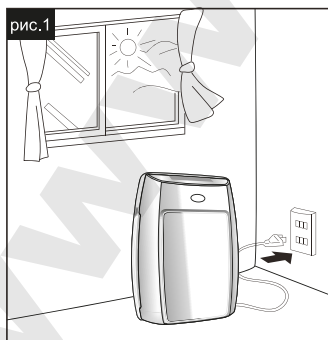

рис.1
- Перед включением проветрите помещение, в котором собираетесь установить прибор. После этого закройте окна, двери и включите прибор в сеть (рис.1). Если условия не позволяют проветрить помещение, то сначала очистите его в ручном режиме в течение нескольких часов. А затем выключите прибор, отключите от сети на пару минут и снова включите.